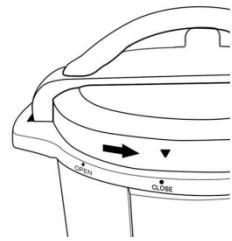

Figura 3
Acorda i aten ie semnelor „OPEN” („DESCHIS”) și „CLOSE” („ÎNCHIS”) de pe marginea corpului oalei sub presiune (13) și ▼ de pe marginea capacului (2). Pentru închiderea și fixarea corespunzătoare a capacului oalei sub presiune (2) potrivi i întotdeauna semnele „CLOSE” de pe inelul superior (9) și ▼ de pe marginea capacului (2) (Figura 3).